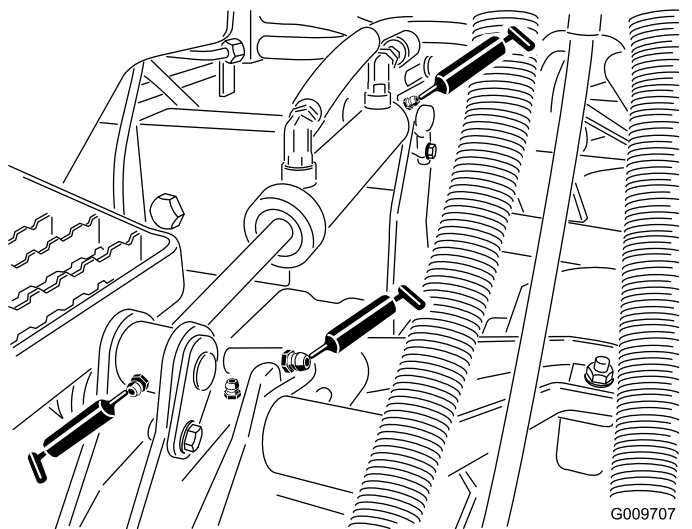

Figura 49
- Casquilhos do braço de elevação (1 por plataforma) (Figura 49)
- Casquilhos do cilindro de elevação (2 por plataforma) (Figura 49)